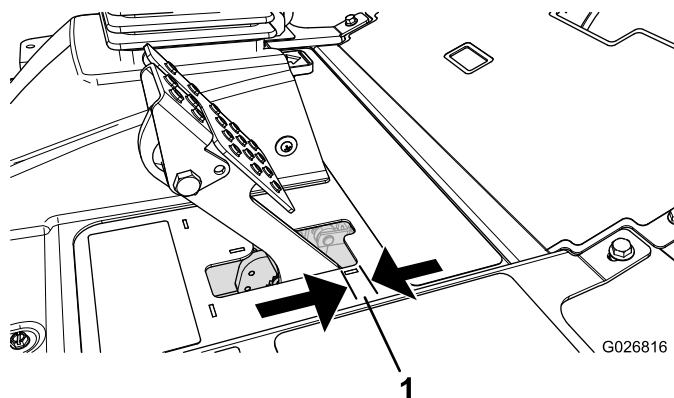

Figura 65
Regolate i freni se il pedale ha un “gioco” superiore a 2,5 cm (Figura 65), o quando è necessaria maggiore forza di tenuta. Per gioco s'intende la distanza che il pedale percorre prima che si avverta la resistenza della frenata.
2. Serrate il dado posteriore per spostare indietro il cavo, finché i pedali del freno non hanno un gioco compreso tra 6 e 13 mm (Figura 65), prima che la ruota si blocchi.